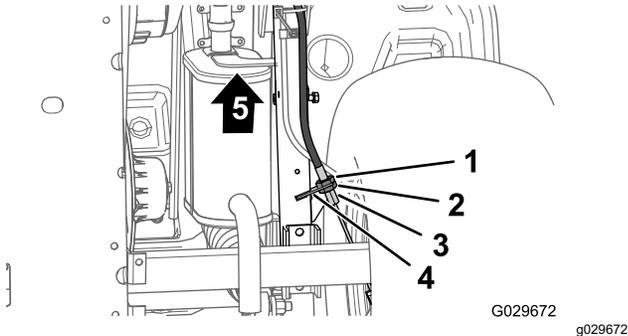

図 68
3. 機体の下側で、駐車ブレーキケーブルのねじ山付きアジャスタの後ジャムナットを4回転ゆるめる 図 68。
4. 前側ジャムナットを締める 図 68。
- A. ブレーキケーブルのねじ山付きアジャスタの前ナット 図 68を1回転ゆるめる。
- B. 後側ジャムナット 図 68を締める。
- A. ブレーキケーブルのねじ山付きアジャスタの後ナット 図 68を1回転ゆるめる。
- B. 前側ジャムナットを締める 図 68。